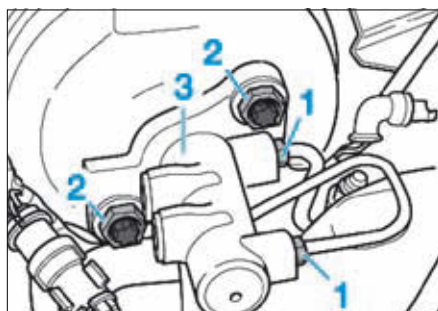

FIG. 13
- les canalisations hydrauliques (1) (Fig.13),
- les écrous de fixation (2),
- le maître-cylindre (3).